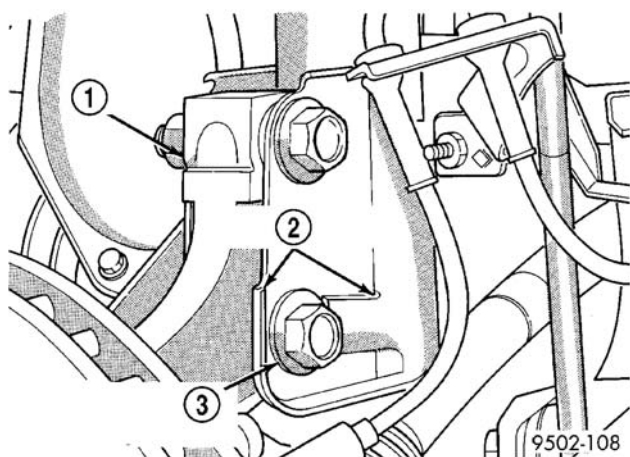

图 11 外倾角调整凸轮螺栓
(7) 对另一侧滑柱 U 形支架重复同样的程序。
(8) 重新安装前轮胎和车轮总成, 并紧固到规定扭矩。
(9) 降下车辆。将车辆的前部和后部晃动相等的次数。
(10) 转动下偏心凸轮螺栓, 使其顶住滑柱 U 形支架的凸轮止动区, 将前外倾角调整到理想的设定值 (图 11)。设定外倾角后, 紧固上滑柱 U 形支架螺栓和下凸轮螺栓。再次晃动车辆的前后相等的次数并验证前轮外倾角设定。将两个前滑柱至转向节的连接螺栓拧紧至  $81 \text{ N} \cdot \text{m}$  ( $60 \text{ ft} \cdot \text{lbs.}$ ) 的扭矩, 在达到要求的扭矩之后继续拧  $1/4$  ( $90^\circ$ ) 圈。
(11) 若测得的车轮前束读数不在要求范围内, 则调整车轮前束使之符合理想要求。车轮前束可采用下述程序调整。